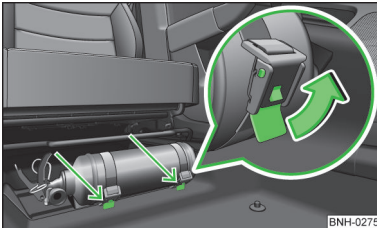

Abb. 148
- Die beiden Gurte lösen, indem an den jeweiligen Sicherungen in Pfeilrichtung gezogen wird » Abb. 148.